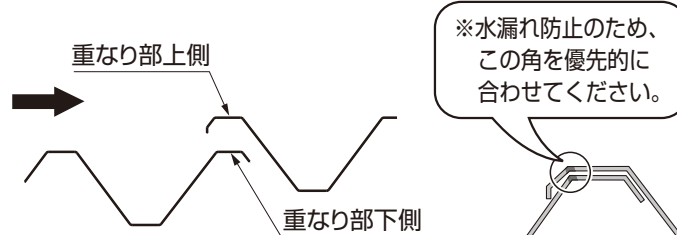

図4-6 折板重なり部詳細図
- 折板の重なり部分は形状が合うように向きに注意し、片側から順に敷き詰めてください。(図4-6参照)
- ③側枠をタイトフレームに取付け、折板固定用笠ワッシャーとルーフボルトキャップで固定してください。
- 重なり部上側と重なり部下側は、角度を合わせてください。角度が合っていないと、水漏れのおそれがあります(図4-6参照)。